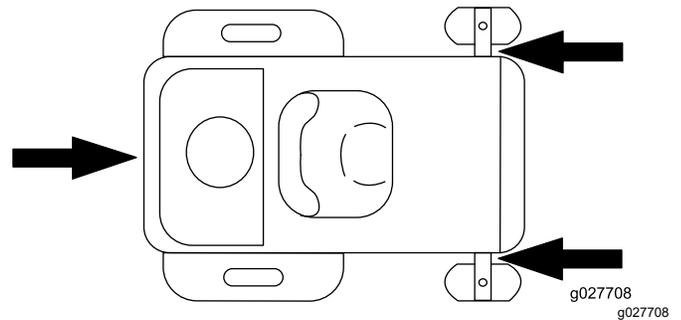

Рисунок 33
6. Прикрепите машину за точки крепления рядом с передними поворотными колесами и задней рамой с помощью строп, цепей, тросов или канатов (Рисунок 33). Изучите местные нормативные документы по требованиям к креплению оборудования.